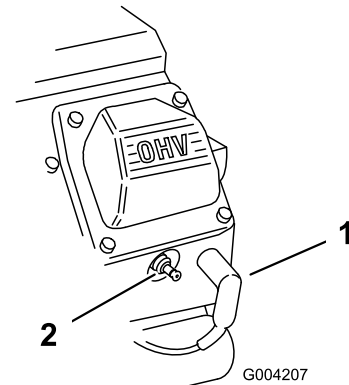

Bild 48
2. Ziehen Sie die Kabel von den Zündkerzen ab (Bild 48).
- Stecken Sie die Kabel auf die Zündkerzen (Bild 48).